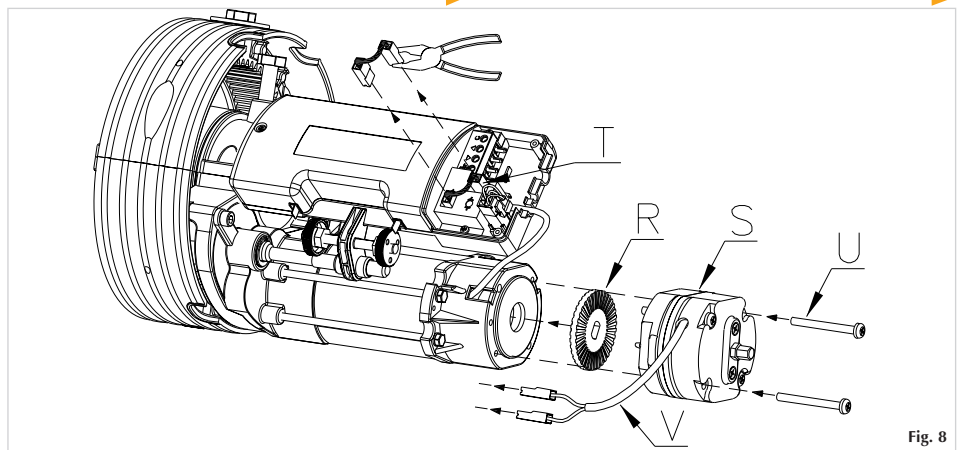

Fig. 8
- 1) Insert the brake ( R ) on the back of the electrical motor ( see figure 8 ).
- 1) Insérez le frein ( R ) à l'arrière du moteur électrique comme indiqué en fig.8
- 1) Insertar el frenos ( R ) en la parte posterior del motor eléctrico como mues la fig.8.